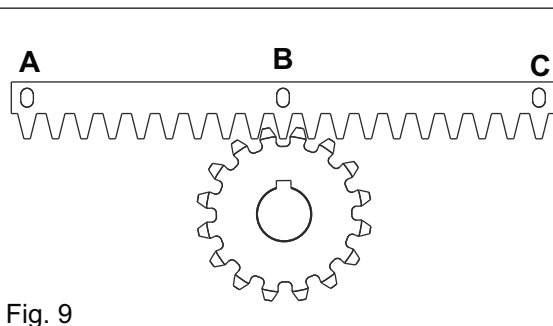
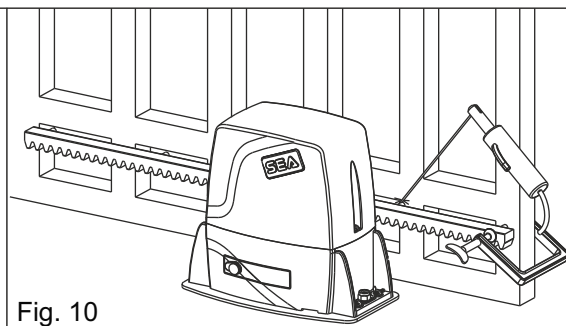

Fig. 9
Fig. 10
**5.3.** Das Zahnstangenelement parallel zur Bodenschiene des Tores, auf das Ritzel des Antriebs legen, siehe Abb. 9, ausrichten und den mittleren Stift **B** an die Torstruktur festschweißen (Abb. 10). Das Tor manuell verschieben bis Klinke **C** mit dem Ritzel übereinstimmt, dann festschweißen. Den Vorgang für Klinke **A** wiederholen, nachdem sie in die Position des Ritzels gebracht wurde.